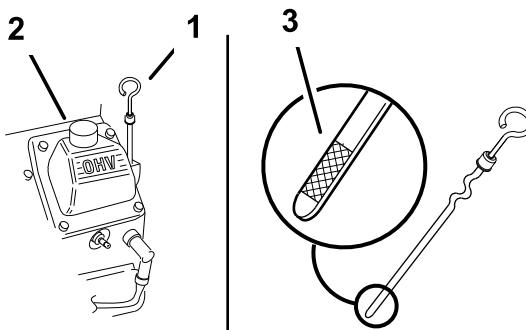

Рисунок 20
3. Очистите поверхность вокруг масломерного шупа (Рисунок 20), чтобы загрязнения не могли попасть в заливное отверстие и привести к повреждению двигателя.
4. Выверните масломерный щуп и начисто протрите его конец (Рисунок 20).
5. До упора вставьте масломерный щуп в заливную горловину, но не заворачивайте в нее (Рисунок 20).
- Медленно залейте примерно 80% указанного количества масла в заливную горловину (Рисунок 20).